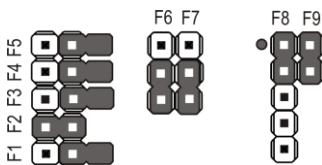

Рисунок 4
**ВНИМАНИЕ!** Перемычки снимают и устанавливают при **выключенном** питании прибора. Режимы работы, задаваемые перемычками (рисунок 4) приведены в таблице 3